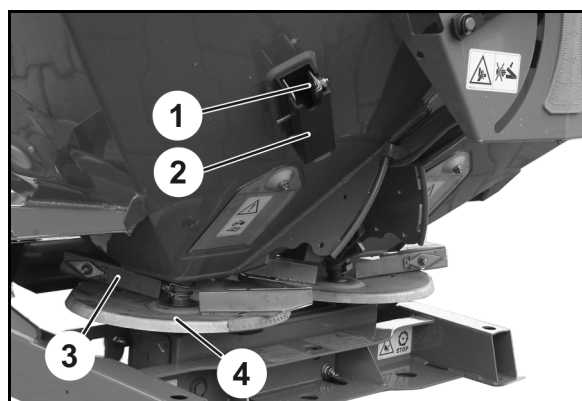

Bild 78
1. Ta ut gränsspridarskoveln (Bild 78/1) ur hållaren (Bild 78/2).
2. Demontera den långa spridarskoveln (Bild 78/3) från vänster spridartallrik (Bild 78/4).